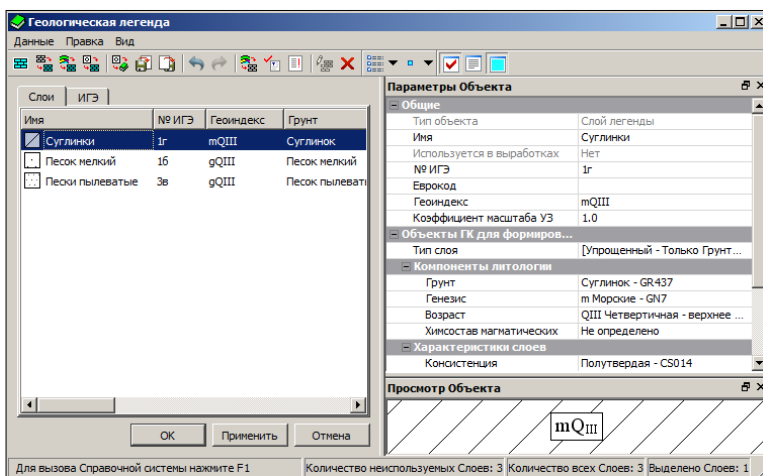

Рис. 5.3
7. Далее отредактируйте параметры слоев. Для этого выберите в списке слоев слой **Суглинки** и в панели **Параметры Объекта** задайте **Консистенция** – Полутвердая (рис. 5.3), а для слоя **Песок мелкий** **Степень влажности** – Малой степени водонасыщения.